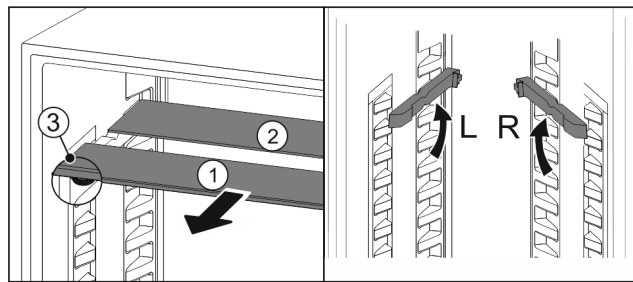

Fig. 97
- ▶ Izvucite Fig. 97 (1) staklene ploče jednu po jednu prema naprijed.
- ▷ Staklena ploča Fig. 97 (1) s ukrasnom letvicom nalazi se sprijeda.
- ▷ Zaustavljači Fig. 97 (3) su usmjereni prema dolje.